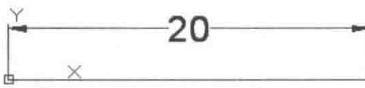

图 1-4 利用绝对极坐标绘制的直线
step 01 选择【绘图】|【直线】菜单命令，指定坐标原点为直线第一点，输入绝对极坐标(20<0)定位直线第二点，如图 1-4 所示。